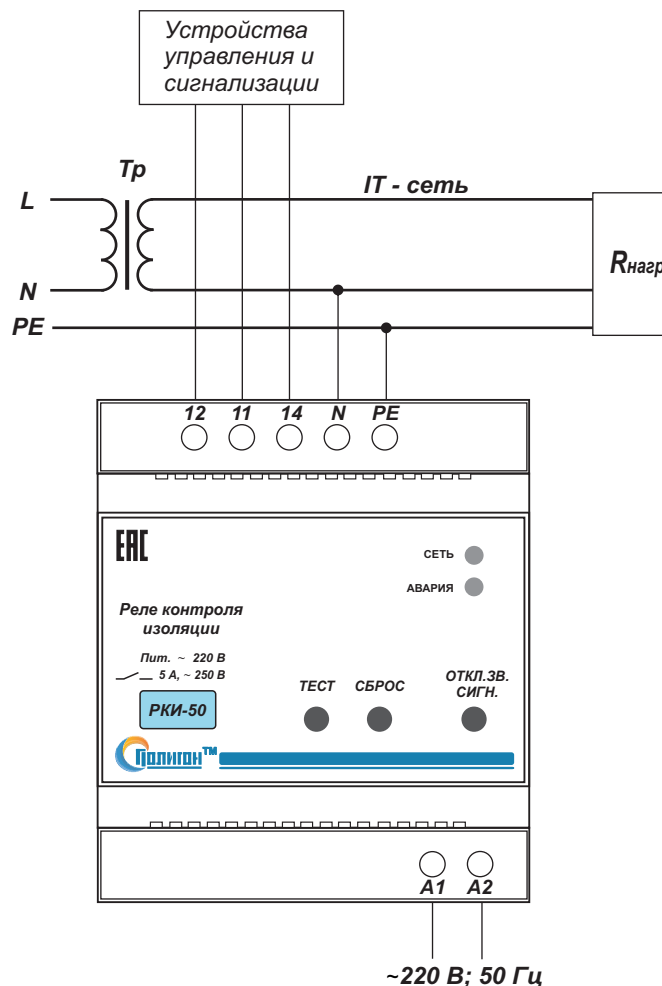

Рис.1. Типовая схема подключения блока РКИ-50.
4.3. Произвести подключение реле контроля изоляции РКИ-50 согласно маркировке (рис.1.): N - нейтраль ; PE -